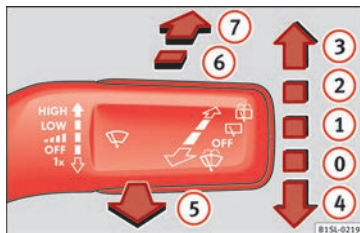

Fig. 48 Uso del tergicristalli e del tergilunotto.
- Premere brevemente la leva dell'impianto tergicristalli verso il basso » **fig. 48 4**.